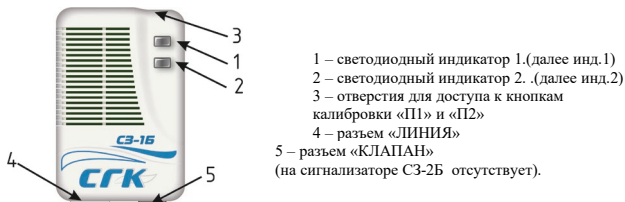

Рисунок 1. – Сигнализатор загазованности. Внешний вид.
Сигнализатор загазованности оснащен собственной световой (индикаторы 1 и 2 (рис.1) и звуковой сигнализацией.
1. клапан открыт – зеленый цвет свечения светодиодного индикатора 2 (рис.1);
2. клапан закрыт – желтый (оранжевый) цвет свечения светодиодного индикатора 2 (рис.1);
- индикаторы 1 и 2 загораются зеленым цветом на 1 с, затем красным цветом. (рис. 1);
Затем сигнализатор переходит в режим «ПРОГРЕВ». При этом в течение первых трех минут для СЗ-2Б и одной минуты для СЗ-1Б/СЗ-1-1Б игнорируется сигнал с датчика загазованности, что сопровождается прерывистым свечением светодиодного индикатора 1 (рис. 1). Цвет свечения – зеленый. По истечении времени прогрева (табл. 1) сигнализатор входит в рабочий режим.